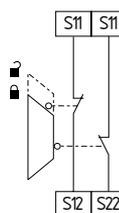

Abb. 9
**Zweikanalige Schutztürüberwachungs-Schaltung mit Verriegelungseinrichtung nach EN ISO 14119 (siehe Abb. 9)**